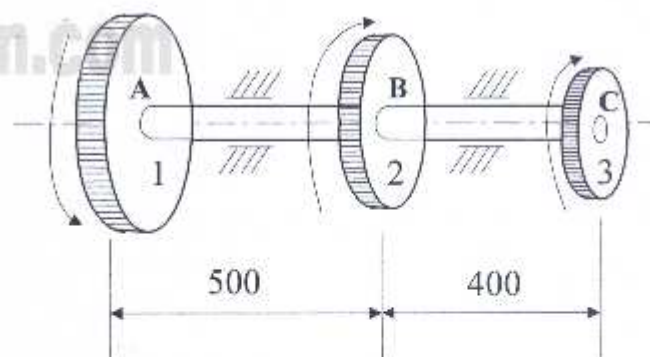

图 3-3
3、如图 3-3 所示，传动轴的转速  $n = 500 \text{ r/min}$ ，主动轮 1 输入功率  $N_1 = 500$  马力，从动轮 2、3 分别输出功率  $N_2 = 200$  马力， $N_3 = 300$  马力。已知  $[\tau] = 70 \text{ MPa}$ ， $[\theta] = 1^\circ/\text{m}$ ， $G = 80 \text{ GPa}$ 。